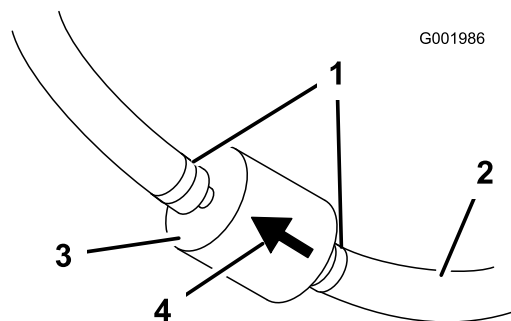

Figure 55
- Pincez les extrémités des colliers et faites glisser ceux-ci pour les éloigner du filtre (Figure 55).